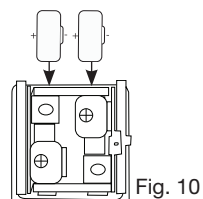

Fig. 10
- Pour retirer les piles, détacher avec précaution le porte-piles à l'aide d'un petit tournevis plat. Mettre les piles neuves en place comme sur la Fig. 10. Remettre fermement le porte-piles en place dans la minuterie.